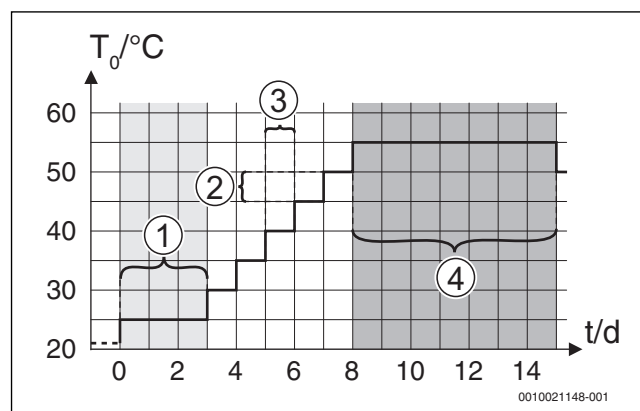
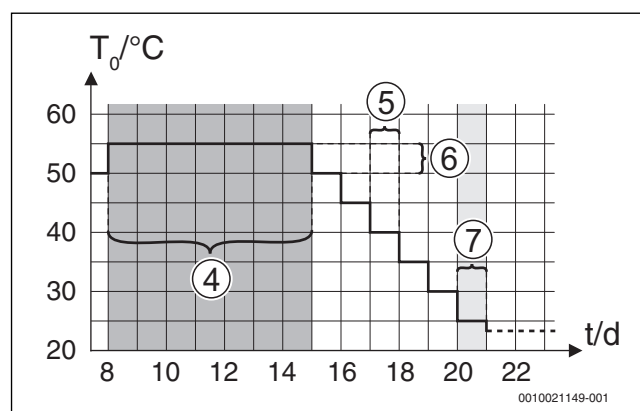

Fig. 6 Prosess for avrettingstørking/byggtørking med fabrikkinnstilling i oppvarmingsfasen
Fig. 7 Prosess for avrettingstørking/byggtørking med fabrikkinnstilling i kjølingsfasen
Ventetid før start	Ingen ventetid: Avrettingstørking/byggtørking starter umiddelbart for valgte varmekretser. 1 ... 50 dager: Avrettingstørking/byggtørking starter etter angitt ventetid. De valgte varmekretsene er slått av under ventetiden, mens frostsikringen er aktiv (→ fig. 6, tid før dag 0)
Startfase varighet	Ingen startfase: Det er ingen startfase. 1 ... 3 ... 30 dager: Innstilling for tidsforsinkelse mellom begynnelsen av startfasen og neste fase (→ fig. 6, [1]).
Startfase temperatur	20 ... 25 ... 55 °C: Turtemperatur under startfasen (→ fig. 6, [1])
Oppv.fase interval-ler	Ingen oppvarmingsfase: Det er ingen oppvarmingsfase. 1 ... 10 dager: Innstilling for tidsforsinkelse mellom trinnene (inkrement) i oppvarmingsfasen (→ fig. 6, [3])
Oppv.fase temp.diff.	1 ... 5 ... 35 K: Temperaturforskjell mellom trinnene i oppvarmingsfasen (→ fig. 6, [2])
Stoppfase varighet	1 ... 7 ... 99 dager: Tidsforsinkelse mellom begynnelsen av holdefasen (varighet for maksimumstemperatur for avrettingstørking/byggtørking) og den neste fasen (→ fig. 6, [4])
Stoppfase tempera-tur	20 ... 55 °C: Turtemperatur under holdefasen (maksimumstemperatur, → fig. 6, [4])
Avkjølingsfase intervall	Ingen avkjølingsfase: Det er ingen kjølingsfase. 1 ... 10 dager: Innstilling for tidsforsinkelse mellom trinnene (inkrement) i kjølingsfasen (→ fig. 7, [5]).
Avkjølingsfase temp.diff.	1 ... 5 ... 35 K: Temperaturforskjell mellom trinnene i kjølingsfasen (→ fig. 7, [6]).
Slutfase varighet	Ingen slutfase: Det er ingen slutfase. Konstant: Det er ikke angitt et slutt punkt for slutfasen. 1 ... 30 dager: Innstilling for tidsforsinkelse mellom begynnelsen av slutfasen (siste temperaturtrinn) og slutten av avrettingstørking/byggtørking (→ fig. 7, [7]).
Slutfase tempera-tur	20 ... 25 ... 55 °C: Turtemperatur under slutfasen (→ fig. 7, [7]).
Tab. 17 Innstillinger i Byggtørking-menyen (fig. 6 og 7 viser fabrikkinnstilling for avrettingstørking/byggtørking)
**Vis til fig. 6 og fig. 7:**